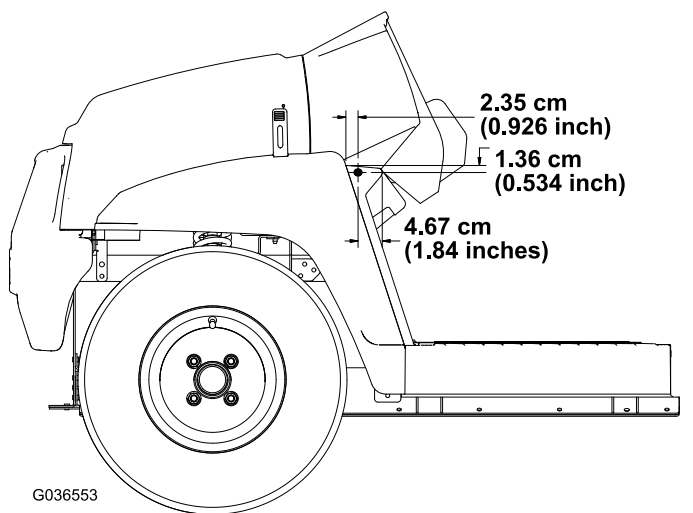

图 30
- 使用图 30 中所示的尺寸在机器左右侧的脚踏板外侧钻 1 个孔 5/16 英寸。